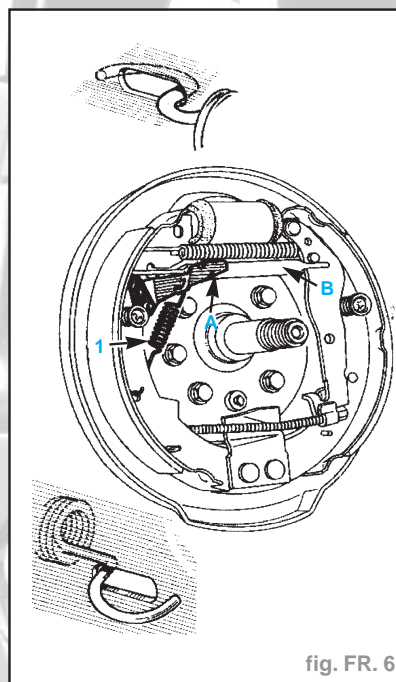

fig. FR. 6
- le ressort (1) de tension du levier de réglage, (A) (fig. Fr. 6),
- le levier de réglage (A),
- la biellette d'appui réglage (B).